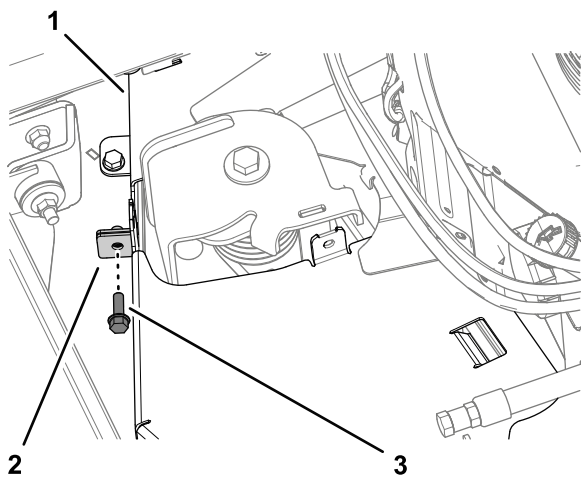

Figura 30
3. Fissate le flange del copricinghia con la vite a testa flangiata (Figura 30) rimossa in 3 Rimozione del copricinghia sinistro (pagina 4).